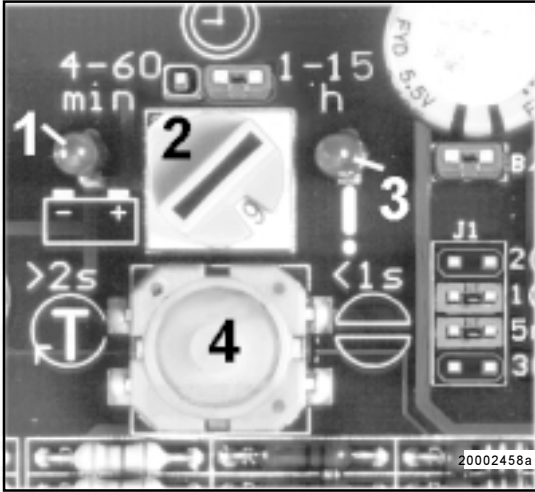

Abb. 20 - Leuchtdioden der Steuerplatine
Hinweis: Die Störungsquittierung bzw. Rückstellung der Störung und das Auslösen einer Zusatzschmierung kann auch mit Hilfe des Tasters 4 an der Steuerplatine (Abb. 20) erfolgen.
Hinweis: Die Störungsquittierung bzw. Rückstellung der Störung und das Auslösen einer Zusatzschmierung kann auch mit Hilfe des Tasters an der Steuerplatine (Abb. 20) erfolgen. Der Taster muß dazu < 1 Sekunde bzw. > 2 Sekunden gedrückt werden. Voraussetzung, Maschinenkontakt bzw. Fahrtschalter, ist eingeschaltet
- Ob Spannung an der Steuerplatine anliegt, ist am Aufleuchten der linken Leuchtdiode (LED) 1 Abb. 20 erkennbar.